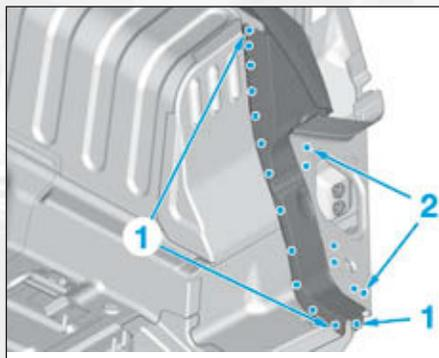

FIG.203
- par points électriques en (1) et par points bouchons MAG en (2), puis meuler les points de soudure (Fig.203).